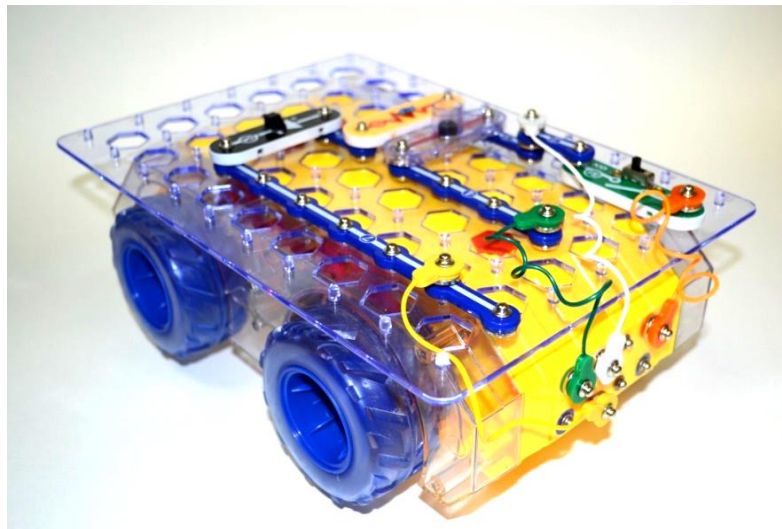

Рисунок 1. Платформа УМКИ
1. Передвижная платформа (Машинка) в количестве 4 штук (рис.1).